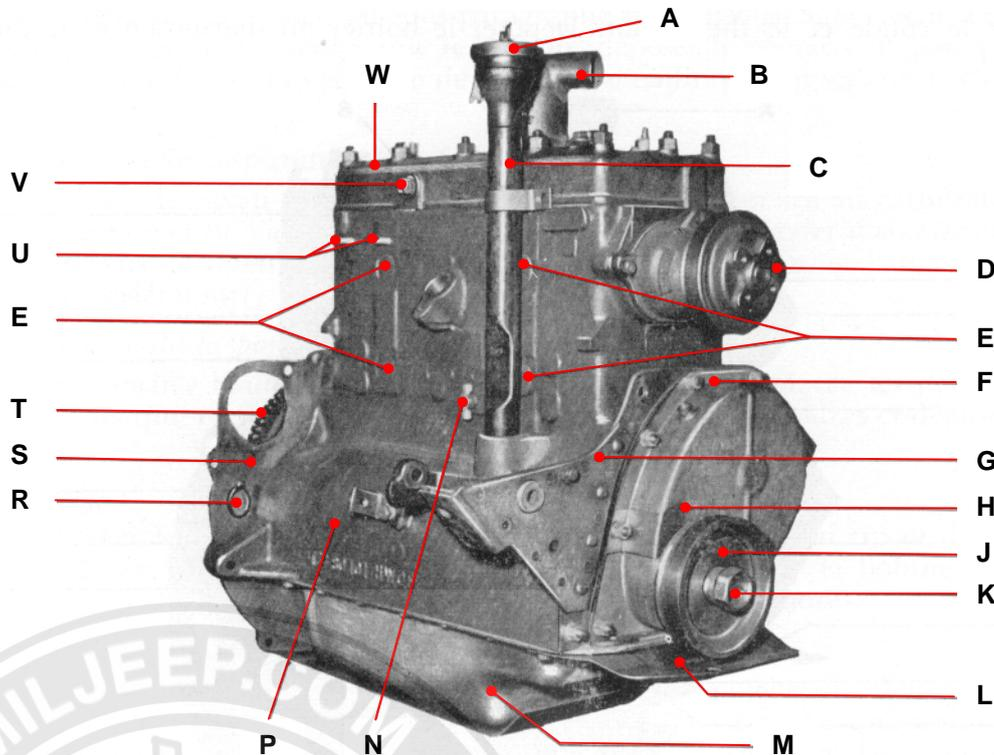

FIGURE 9. – Vue de trois-quarts avant gauche du moteur déshabillé.
A. – Dépose de la pompe à eau (fig. 9).
F. – Dépose de la culasse (fig. 9).
Remplacer tout bloc-cylindres fissuré ou abîmé. Tous les bouchons expansibles (fig. 9) desserrés. Tous les goujons endommagés doivent être remplacés (voir 4 ci-dessous). Tout palier avant d'arbre à cames (fig. 13) rayé marqué de sillons décoloré, ou exagérément usé, notamment si l'alésage a plus de 55,613 mm (2,190 pouces) doit être remplacé (voir alinéa 5 ci-dessous). Mesurer les trois autres paliers de l'arbre à cames à l'aide d'une jauge micrométrique. Si les alésages de ces paliers sont supérieurs à 54,051 mm (2,128 pouces) pour le palier intermédiaire avant et 52,464 mm (2,0655 pouces) pour le palier intermédiaire arrière ou 41,35 mm (1,628 pouces) pour le palier arrière, le bloc-cylindres est à remplacer (1). Mesurer l'alésage des cylindres au moyen d'une jauge micrométrique et d'un comparateur d'alésage.